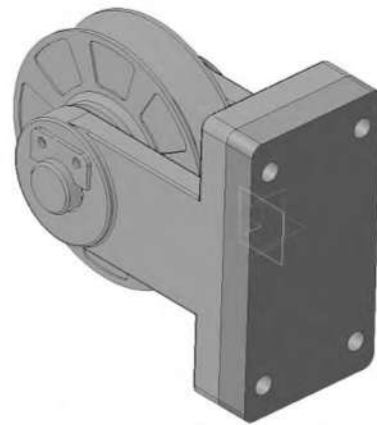

Рисунок 3.47. Результат операции «Выдавливание»
3.1.9 Нажмите кнопку **Создать объект**  – будет создано основание новой детали (рисунок 3.47).